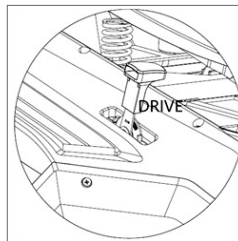

Рис. 31
- Установить регулятор подачи топлива в положение MAX (рис.31).